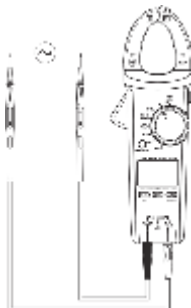

Рис. 12 Измерение частоты
7.9 Измерение частоты (см. рис. 12)